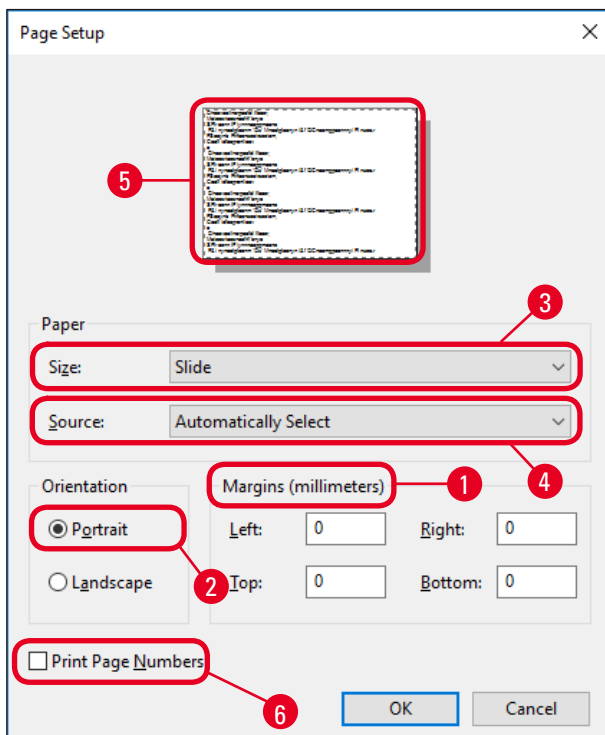

図 41
3. まず、ページ設定を選択します。**File > Page Setup** をクリックすると、**Page Setup** ダイアログボックスが開きます (→「図 41」)。